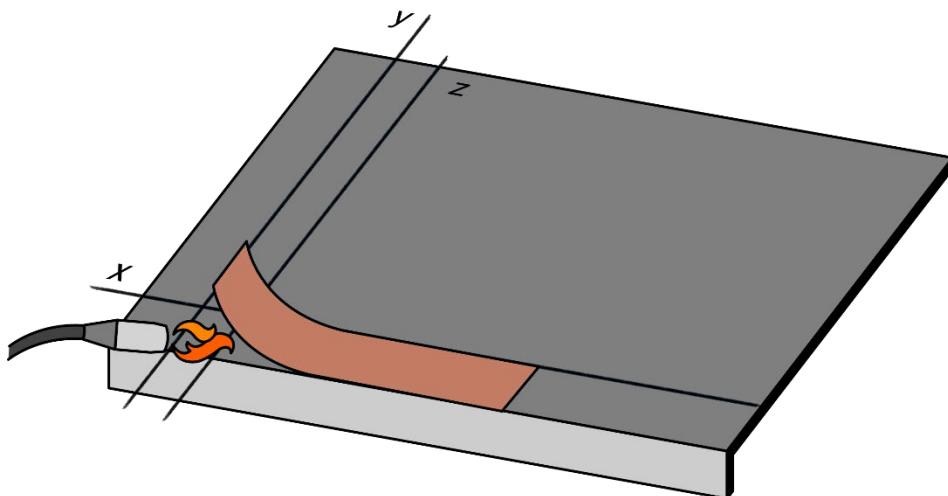

Fig. 16 – Installazione fila di partenza a fiamma
- Fissare le tegole della fila di partenza alla membrana usando la fiamma del cannetto e sollevando un lato per volta della tegola con apposito strumento. Orientare la fiamma verso la membrana in modo da portare a fusione solo quest'ultima. La parte retrostante della tegola sarà portata solo in temperatura – vedi Fig. 16. Abbassare quindi la tegola canadese e premere la stessa (ad esempio facendo pressione con un piede), per aiutare la compenetrazione dei bitumi dei due elementi: tegola e membrana.